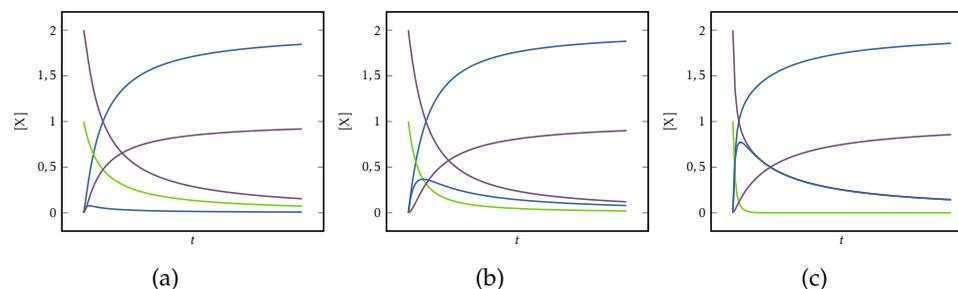

FIG. 2 : Intégration numérique du mécanisme de la question 2.
3. La figure 2 donne les intégrations numériques de ces équations différentielles dans 3 cas particuliers : $k_1 = k_2$, $k_1 = 10k_2$, $k_2 = 10k_1$. Les réactifs ont été introduits en proportions stœchiométriques.